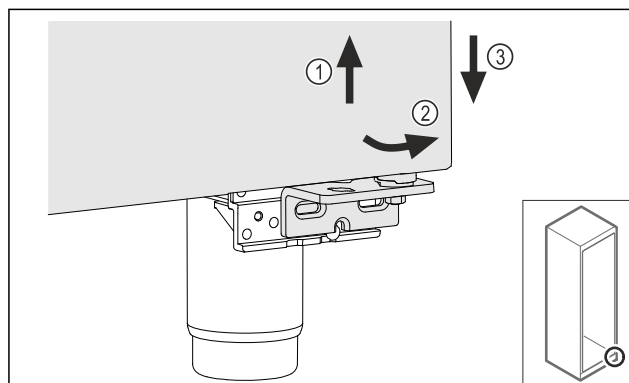

Fig. 26
- Vrata rahlo dvignite Fig. 26 (1) in jih spodaj nagnite Fig. 26 (2) ter spustite Fig. 26 (3).